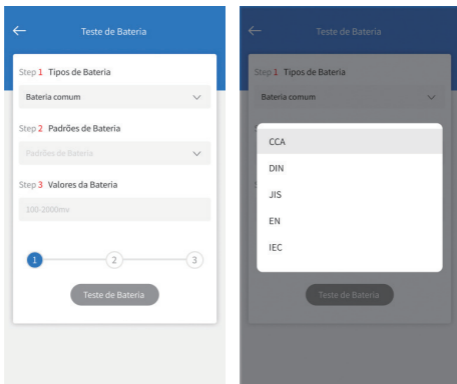

Figura 4.1.2
3. Selecione o padrão de bateria correspondente (Veja figura 4.1.2). O padrão específico da bateria será também listada na etiqueta da bateria.